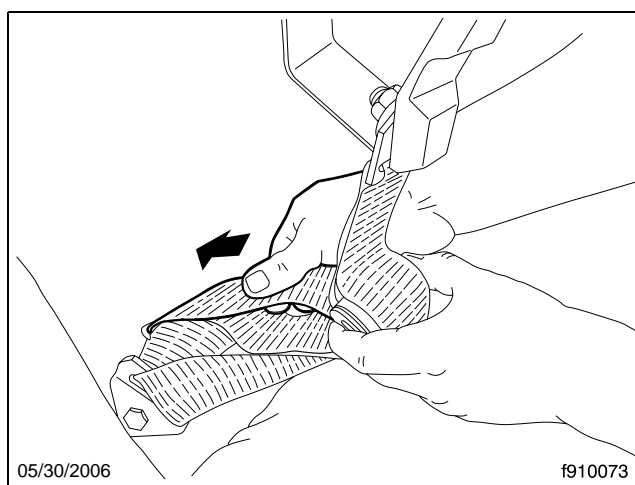

Fig. 5.15, Allongement de la sangle d'attache
2. Pour allonger la sangle d'attache, tournez la boucle à un angle droit par rapport à la sangle, puis tirez la sangle inférieure au travers de la boucle jusqu'à ce que la longueur désirée soit obtenue. Consultez la **Fig. 5.15**.